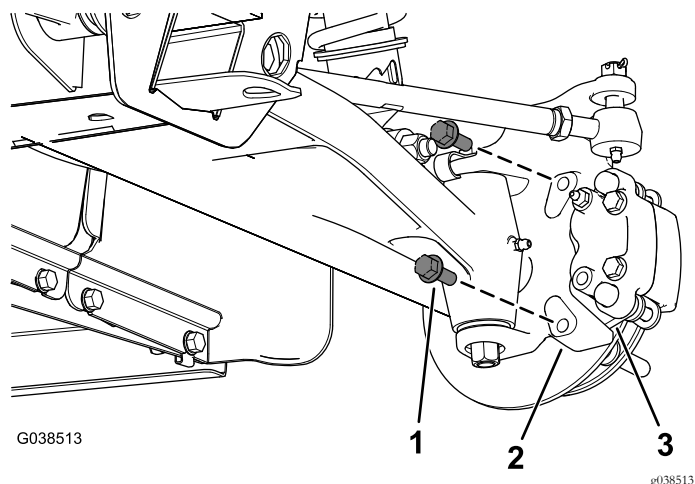

Figura 4
4. Retire os parafusos de cabeça flangeada ($\frac{3}{8}$ x 1 pol.) que prendem o suporte para o conjunto da maxila do travão ao eixo e retire o conjunto da maxila do travão do eixo (Figura 4).
9. Instale o novo conjunto da maxila do travão no eixo utilizando os dois parafusos de cabeça sextavada (3/8 x 1 pol.) como se mostra na Figura 4.